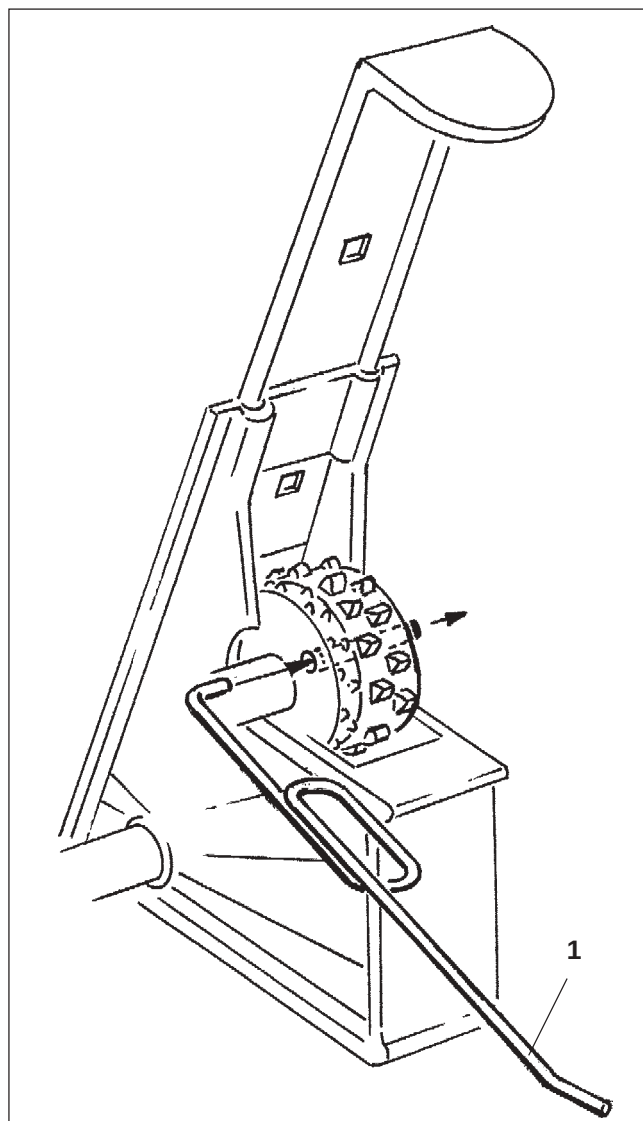

Рис. 7.3
- При помощи ключа (Рис. 7.3/1), входящего в комплект сеялки, воткните штифт, находящийся за отверстием до упора в стандартную высевальную катушку так, чтобы нормальная высевальная катушка свободно прокручивалась на валике высевального аппарата.